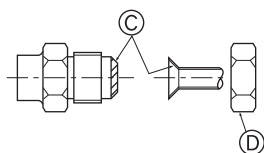

Fig. 4-5
А (Fig. 4-5)
Б (Fig. 4-5)
4.4. Соединение труб (Fig. 4-5)